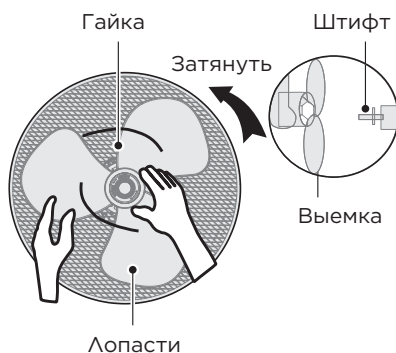

Рис.8
- 2** Установите лопасти на ось, убедитесь, что они насажены до упора на штифт оси. Закрутите фиксирующую гайку против часовой стрелки (Рис. 8)